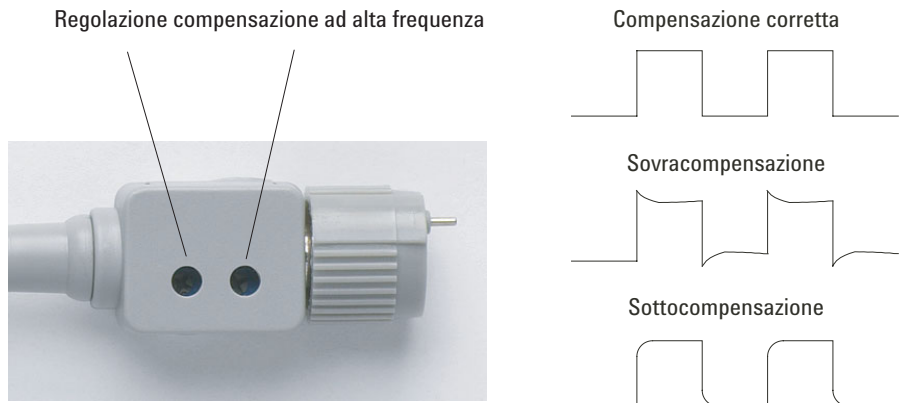

Figura 5 Compensazione sonde ad alta frequenza
- 4 Se la forma d'onda non è visualizzata come la forma d'onda correttamente compensata visualizzata in Figura 5, utilizzare uno strumento non metallico per impostare le 2 regolazioni della compensazione ad alta frequenza presenti sulla sonda per ottenere l'onda quadra più piatta possibile.